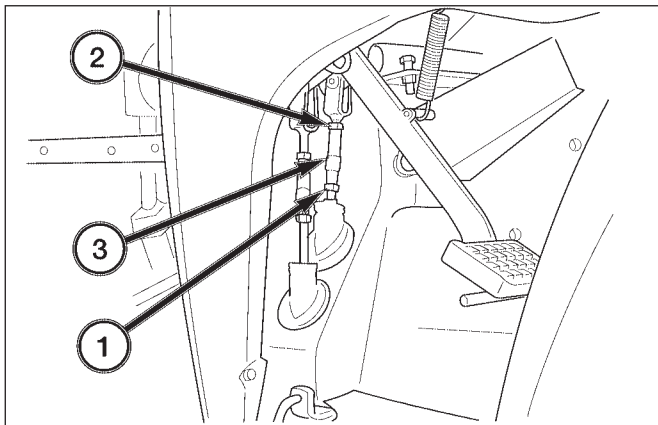

FIG. 6-33
FIG. 6-33: Pour régler la garde de la pédale d'embrayage, desserrez l'écrou de blocage, 1 (filet droit) et l'écrou de blocage, 2 (filet gauche). Tournez le manchon de serrage (3) de la tringle pour obtenir la garde correcte. L'allongement de la tringle augmente la garde, son raccourcissement la réduit.